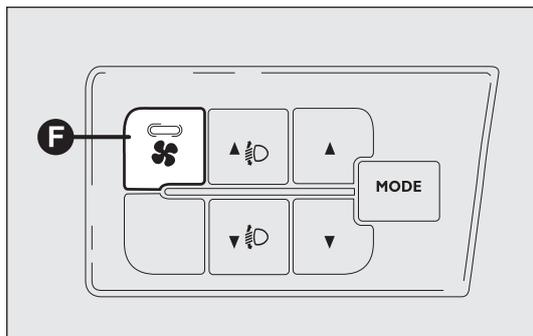

fig. 48
**AVVERTENZA** Per garantire un disappannamento/sbrinamento rapido, in caso di presenza di riscaldatore supplementare (sotto il sedile anteriore o posteriore per versioni Panorama e Combinato), se attivato, procedere alla disattivazione tramite pulsante F (led spento) ubicato sulla mostrina comandi fig. 48.